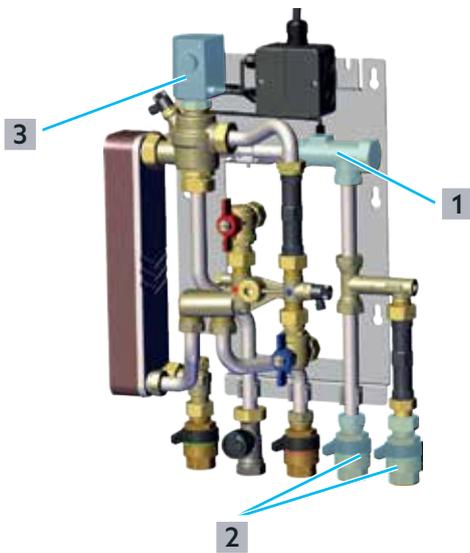

Fig. 20: Contrôle et nettoyage du capteur de débit
- ▶ Exclure les causes faciles à déterminer, par ex. moteur hors tension ((3) sur la Fig. 20 en page 30) ou absence de contact de la ligne de signaux du capteur de débit.
- ▶ Vérifier que le capteur de débit (1) ne soit pas encrassé en puisant de l'eau potable et en observant le voyant lumineux du moteur :
- 1 Fermer les robinets à disque céramique ((2) sur la Fig. 20 en page 30) dans l'arrivée d'eau froide et la sortie d'eau froide dans le circuit E.C.S.